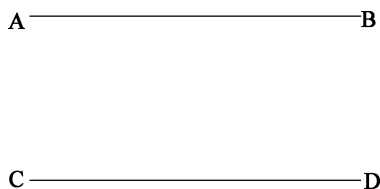

图 15-56 绘制水平直线
(1) 绘制水平直线。单击“默认”选项卡“绘图”面板中的“直线”按钮, 绘制一条长度为 200 的水平直线 AB；单击“默认”选项卡“修改”面板中的“偏移”按钮, 将水平直线 AB 向下偏移 100 得到水平直线 CD，如图 15-56 所示。